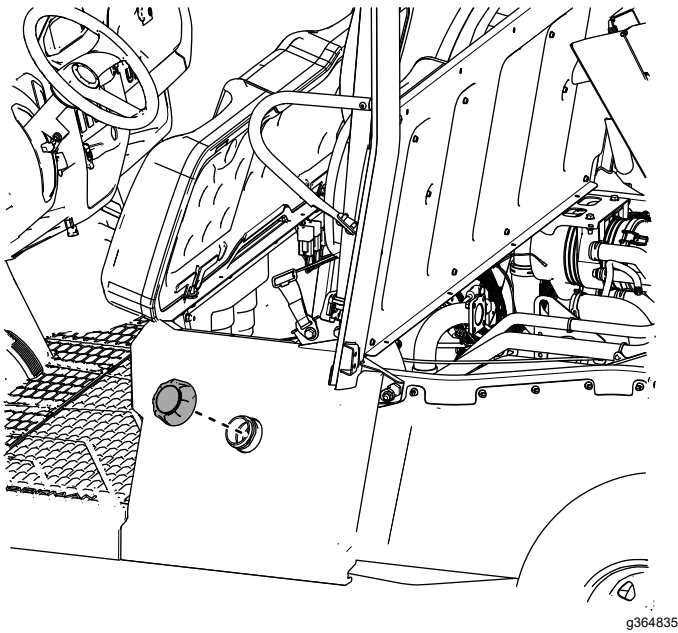

Bild 35
23. Bringen Sie den Tankdeckel an der linken Sitzunterteilplatte an (Bild 35).